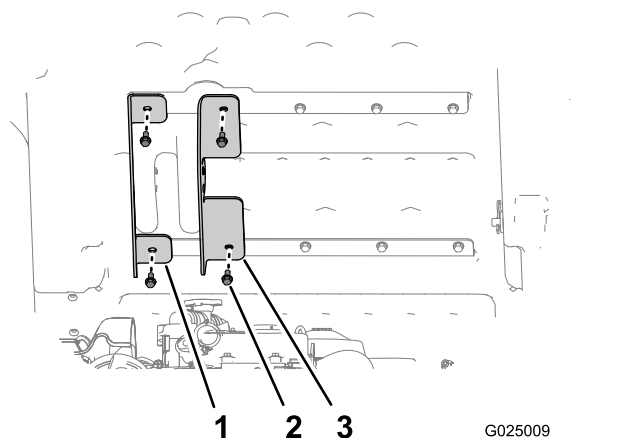

Figura 5
3. Aliniați suportul de ridicare exterior din stânga (suportul cu flane mici) la orificiile exterioare din suportii superiori și inferiori ai platformei (Figura 5).
4. Fixați suportul de ridicare exterior la platformă utilizând cele 2 uruburi pe care le-ai îndepărtat la pasul 1 și strângeți manual uruburile (Figura 5).
5. Aliniați suportul de ridicare interior (suportul cu flane mari) la orificiile interioare din suportii superiori și inferiori ai platformei (Figura 5).
6. Fixați suportul de ridicare interior la platformă utilizând cele 2 uruburi pe care le-ai îndepărtat la pasul 2 și strângeți manual uruburile (Figura 5).
9. Strângeți cele 4 uruburi (5/16 x 3/4") care fixează suportii de ridicare interior i exterior pe platformă (Figura 5) la un cuplu de 15 – 16,6 Nm.